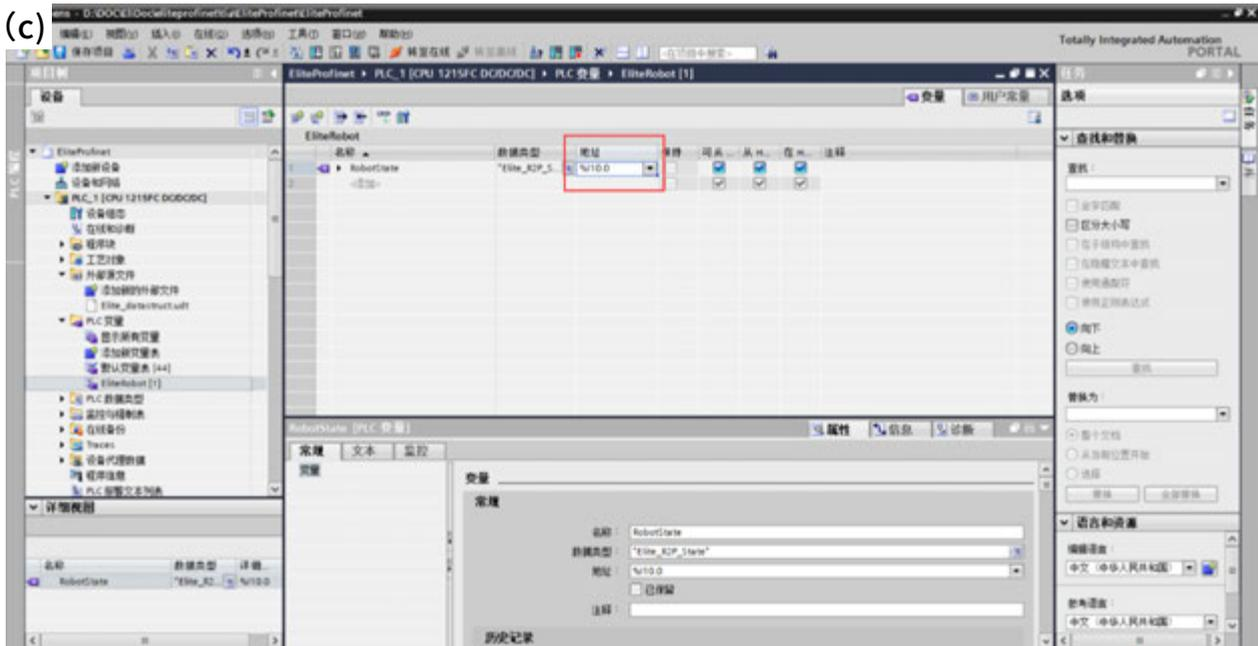

図 15-8 変数追加
1) 左側項目ツリーから PLC 変数を選定する、「新規変数表追加」としてもよいし、直接に「デフォルト変数表」を選定してもよい。そのつぎに、対応する変数表に変数を追加する：名称を記入する、データタイプを選定する、図 15-8 (a) に示す、ロボットの状態を取得するなら、「Elite\_R2P\_State」タイプを選定する。
2) 左側項目ツリーに「設備とネットワーク」をダブルクリックする、さらに「elite-dev」をダブルクリックして、スロット 1 の「R2P\_State\_1」を選定する、さらに「IO 変数」を選定する、一番目の変数アドレスを図 15-8 (b) に示すように記録する、「%I10.0」であること。
3) 変数表に戻る、先に記録したばかりのアドレスを変数アドレスに図 15-8 (c) に示すように記入する。このように推定すれば、10 スロットの変数を追加することができる。